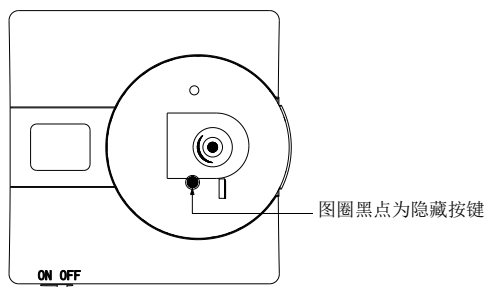

图 2 示意图
3. 接收部分关机模式下长按接收部分按键超过 3 秒，黄灯亮表示接收处于对码状态，旋转发射部分旋盘直到刻度“1”对准 LCD，然后取下旋盘，长按隐藏按键 1 秒以上则进入对码过程，对码成功发射部分对码码值闪烁显示 3 秒表示对码成功，否则对码不成功。（见图 2）